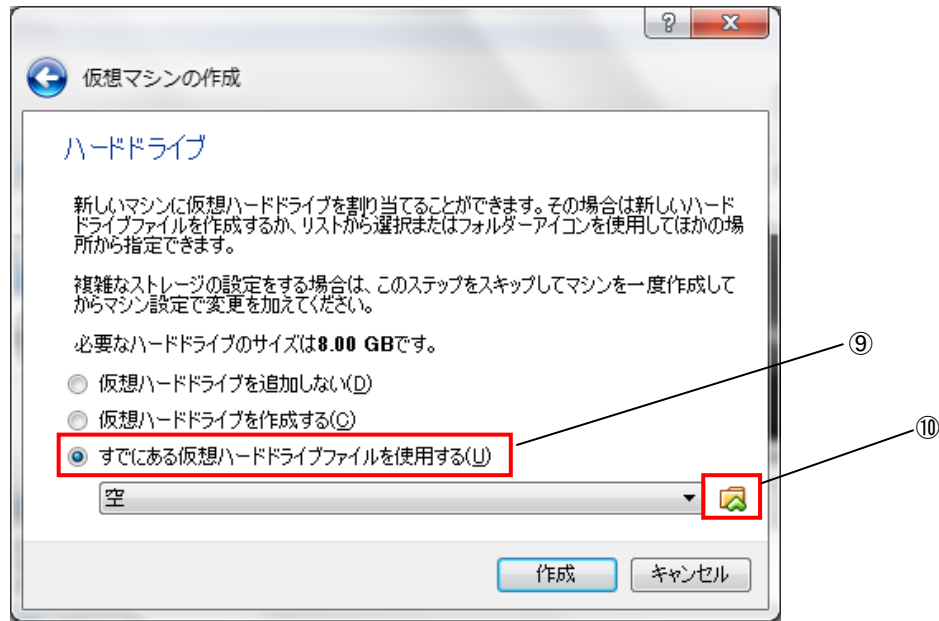

図 3-2-4-5. 仮想ハードディスクのイメージ選択画面
- ⑪ 図 3-2-4-7 のように仮想ディスク選択画面が開きます。
- ②であらかじめ展開しておいた `Algonomix4_development.vdi` を選択し、[開く (O)]を押してください。